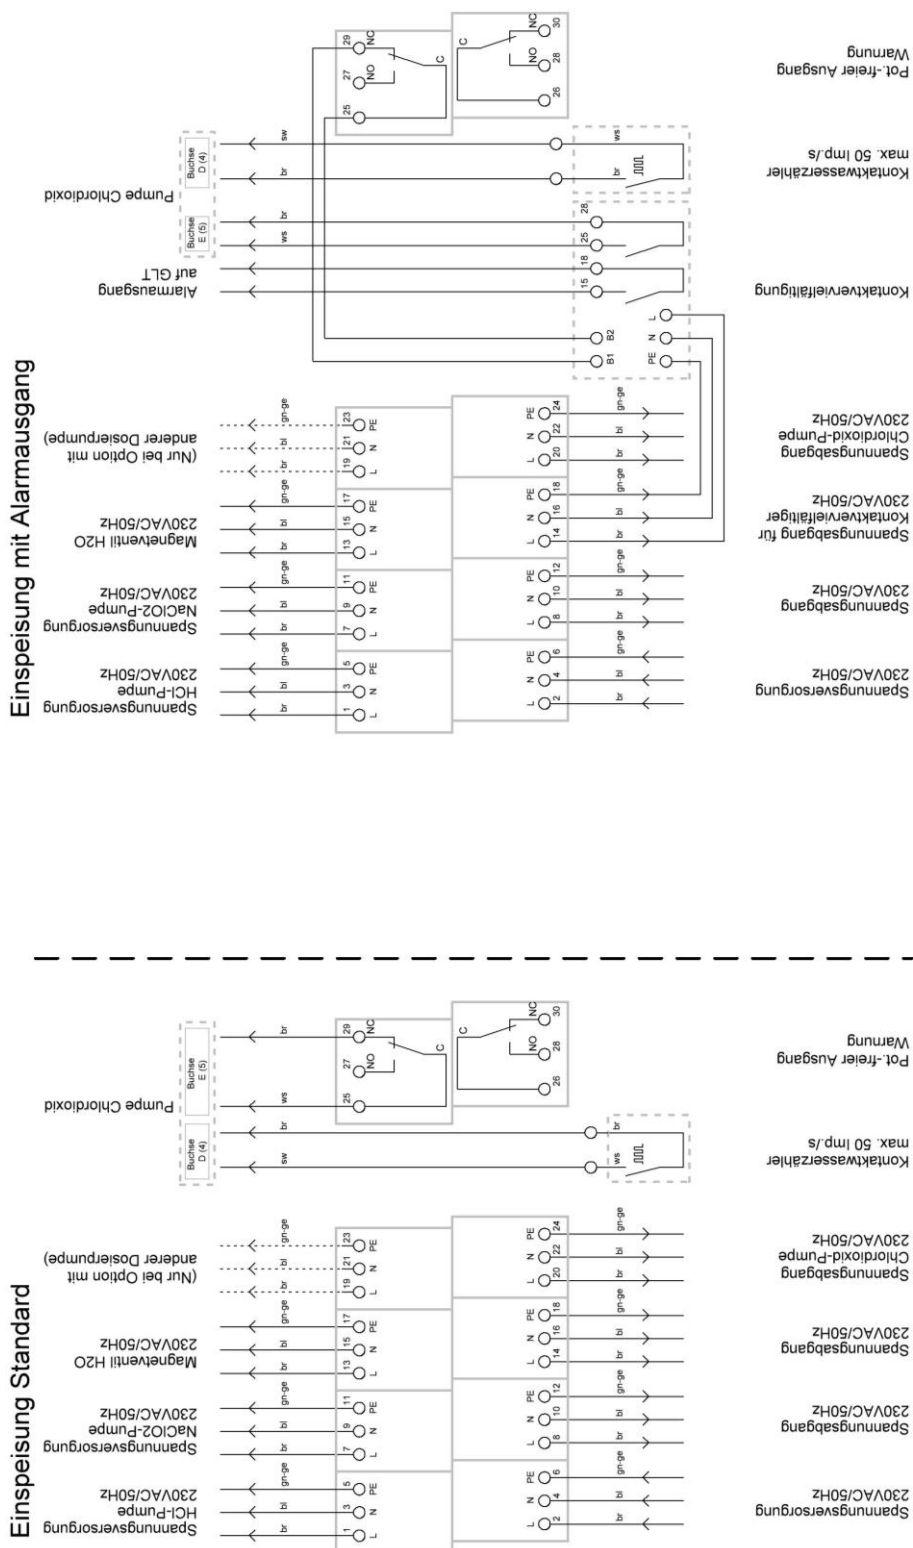

Abb. 5: Klemmenplan Einspeisung
Die meisten Leitungen sind werksseitig bereits an die Steuerung der Chlordioxid Erzeugungs- und Dosieranlage angeschlossen. Folgende Leitungen müssen bei der Inbetriebnahme angeschlossen werden (siehe Abb. 5/6 und Tab. 6)
3. Leitungen gemäß Abb. 5/6 und Tab. 6 anschließen.